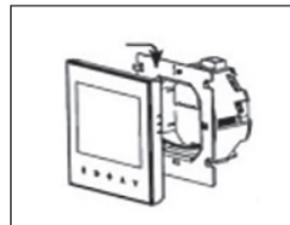

Рис. 7.
**6.3.3.** Установите обратно переднюю панель на закрепленную монтажную пластину таким образом, чтобы 4 крючка монтажной пластины попали в отверстия и при сдвиге вниз до упора вошли в пазы передней панели. *(Рис. 7.)*